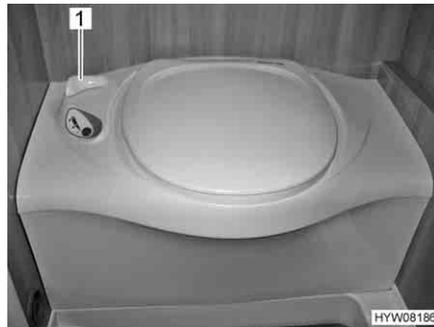

Bild 170 Thetford-Toilette
- Vor dem Spülen den Schieber der Thetford-Toilette öffnen. Dazu den Schieberhebel (Bild 170,1) entgegen dem Uhrzeigersinn drehen.
- Nach dem Spülen den Schieber schließen. Dazu den Schieberhebel (Bild 170,1) im Uhrzeigersinn drehen.